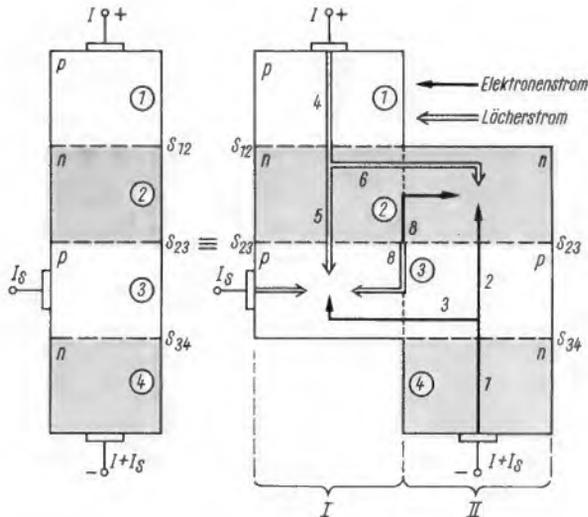

Bild 3. Deutung der steuerbaren Siliziumzelle als Kombination von zwei Transistoren (pnp und npn)
Betrachtet man die Schichtenfolge pnpn (Bild 1), so ist verständlich, daß die steuerbare Siliziumzelle als eine Kombination, bestehend aus zwei Transistoren (pnp und npn) betrachtet werden kann. In Bild 3 (rechts) ist das dadurch anschaulich gemacht, daß die beiden Teiltransistoren I und II nebeneinander gezeichnet sind. Sie sind aber so versetzt, daß man von Anode nach Katode die vier Schichten in richtiger Folge durchläuft.
Im stationären Zustand müssen nun die in jede Schicht einströmenden positiven und negativen Ladungen einander gleich sein. Wird z. B. in (2) durch ein von (1) kommendes Loch ein Elektron rekombiniert, so muß entweder von der Sperrschicht S_{23} oder von (3) ein Elektron nach (2) einströmen (Bild 3. rechts).
Der in Bild 3 dargestellte Zustand ist nur solange gegeben, als $\alpha_I + \alpha_{II} < 1$ ist. Das ist aber auch schon angenähert aus diesem Bild abzulesen.